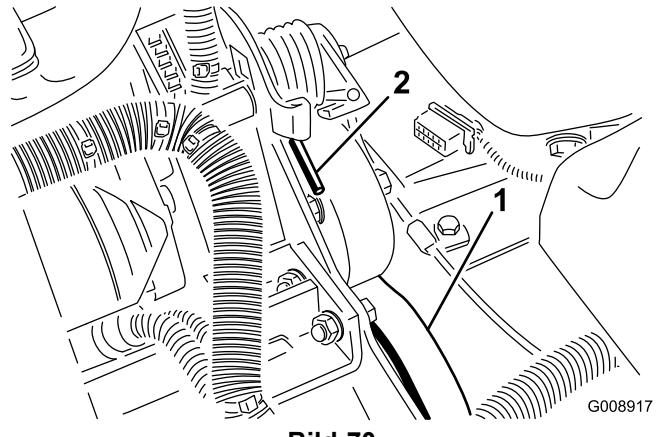

Bild 70
2. Drücken Sie das Ende der Feder (Bild 70) ab- und vorwärts, um die Feder aus dem Bügel auszuhakeln und die Feder zu entspannen.